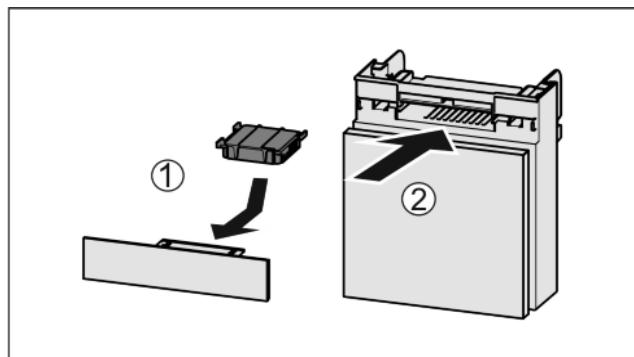

Fig. 37
- Установите фильтр с активированным углем, как показано на рисунке Fig. 37 (1).
► Вставьте отделение Fig. 37 (2).